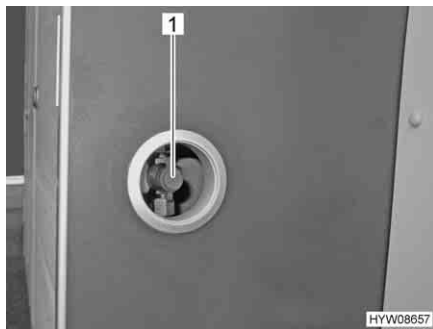

Fig. 38 Presa gas per utenze esterne
La presa gas per utenze esterne (Fig. 38,1) si trova sotto il lavandino, sulla parete posteriore del piano di lavoro destro.
- Collegare l'utenza esterna all'attacco (Fig. 38,1).